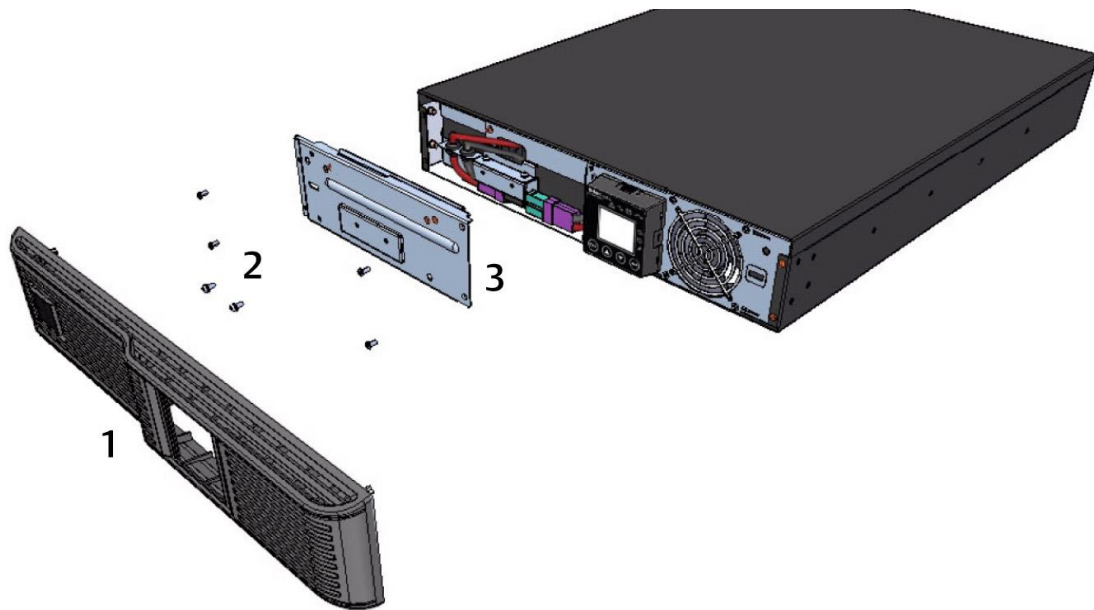

FIGURA 1: 1 = PANEL DELANTERO / 2 = TORNILLOS / 3 = PUERTA DE LAS BATERÍAS
3. Aflojar y quitar los 6 tornillos sobre la puerta de las baterías (ver figura 1)